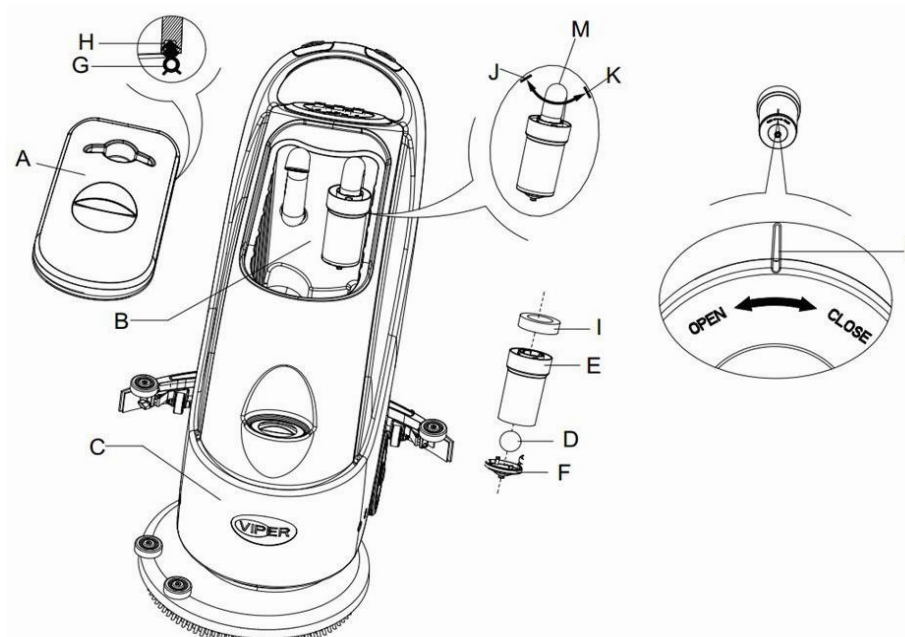

Рисунок 16
2. Нажмите кнопку включения питания (41) и установите ее в позицию “O” для отключения устройства.
3. Откройте резервуар для воды (A, Рисунок 16), и снимите поплавок устройства (36) из резервуара для грязной воды.
4. Используйте чистую воду для очистки крышки (A), резервуара (B и C), и опорной рамы фильтра-поплавка (E). Через отверстие трубы (15), слейте всю воду из резервуара.
5. При необходимости, возле символов “Open” и “Close” как показано на **рисунке 16**, отсоедините нижнюю крышку (F) от фильтра-поплавка и очистите поплавок (D), опорную раму (E), а также фильтр подушки (I). После очистки зафиксируйте фильтр-поплавков на опорной раме (E), а затем выровняйте паз (L) на нижней крышки (F) с пазом поплавкового фильтра (L) к опорной раме (E). Поверните нижнюю крышку (F) с точкой фильтра-поплавка и закрепите плотно фильтр к подушке (I) на опорную раму фильтра-поплавка (E), а затем на Вакуумную трубку (M).
6. Проверьте герметичность уплотнительного кольца (G) крышки резервуара с водой..